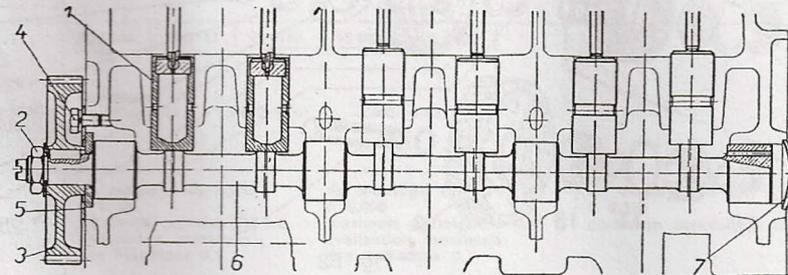

Fig. 85
4. Dévisser l'écrou M 18 (fig. 85/2) et déposer le pignon de distribution sur l'arbre à cames (fig. 85/3). Dévisser les trois vis M 18×15 (fig. 85/4), enlever la bride (fig. 85/5) et retirer cet arbre à cames (fig. 85/6).
situé dans la partie arrière du carter moteur (fig. 85/7).